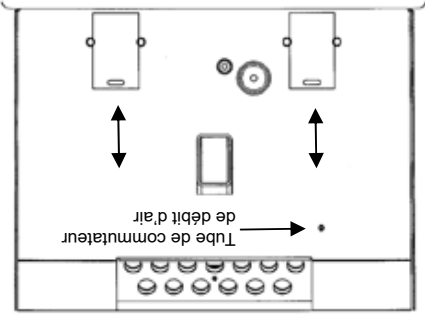

FIGURE 18
b. Chambres intérieures – les deux portes pour cendres dans la chambre de combustion du Breckwell unité peuvent s'enlever pour un nettoyage périodique (Réfêrez-vous à la figure 18). Ces portes donnent accès à la chambre entourant la chambre de combustion.